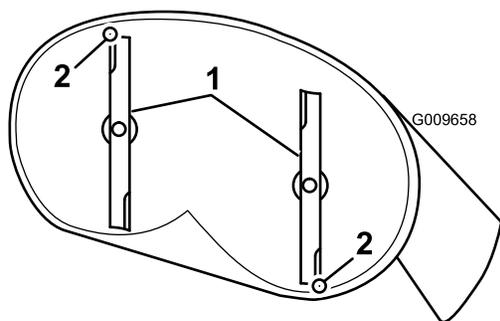

Figura 54
4. Gire cuidadosamente las cuchillas colocándolas en el sentido de avance de la máquina (Figura 54).
5. Mida entre la punta de la cuchilla delantera y la superficie plana y entre la punta de la cuchilla trasera y la superficie plana (Figura 54).
a 5/16") más baja que la punta de la cuchilla trasera (Figura 54).